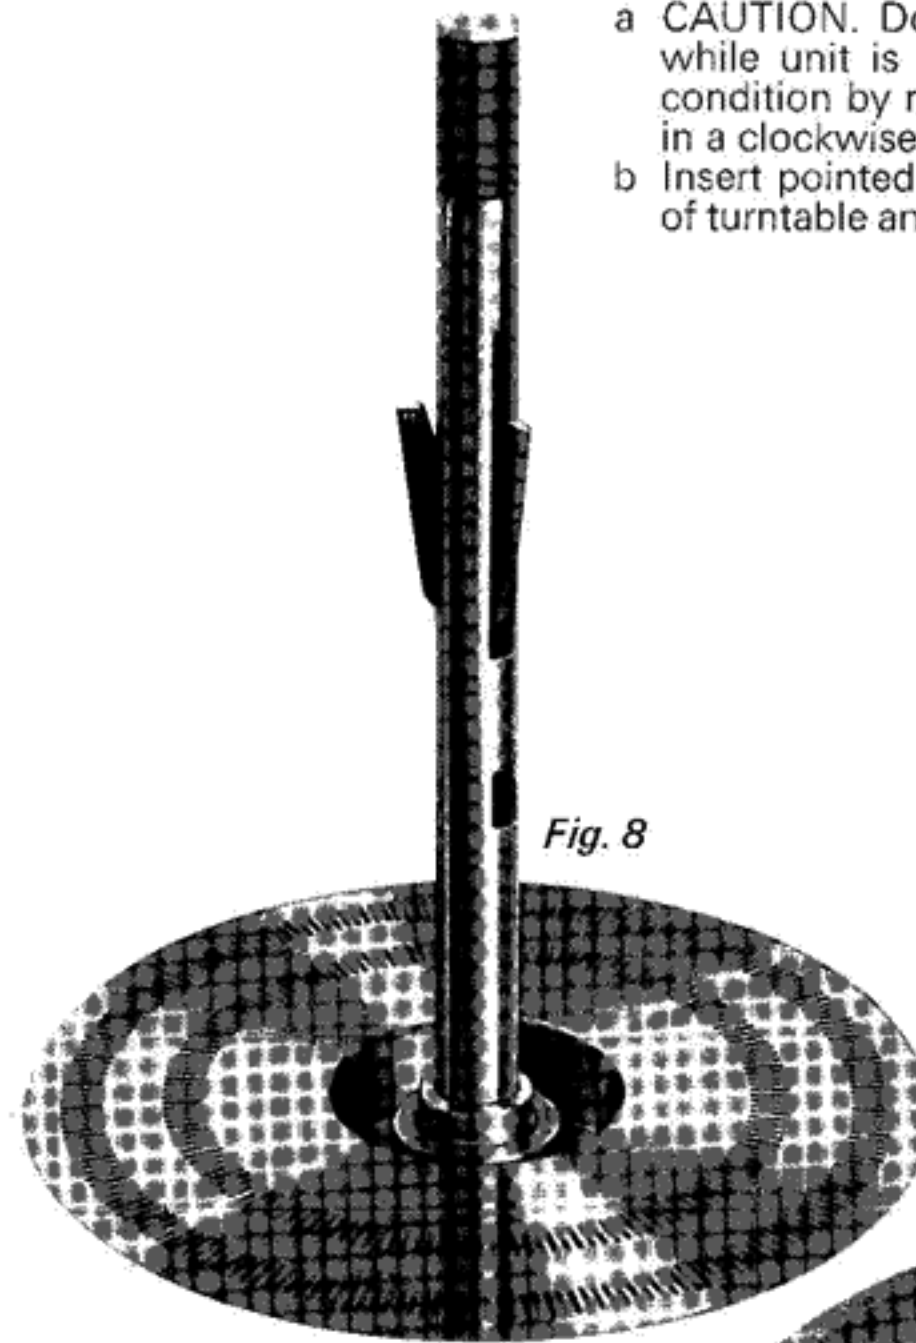

Fig. 8
- c Insert automatic spindle (Fig. 8).